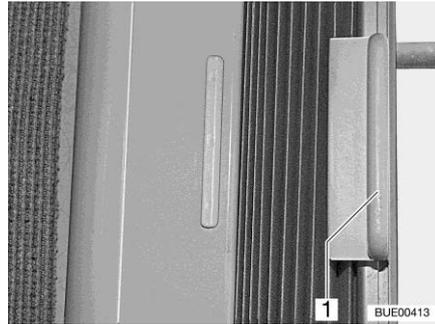

Fig. 43 Estor plegable (ventana lateral)
- Abrir y cerrar:** ■ Sujetar el estor plegable por el tirador (Fig. 43,1) y correr hacia la izquierda o hacia la derecha.